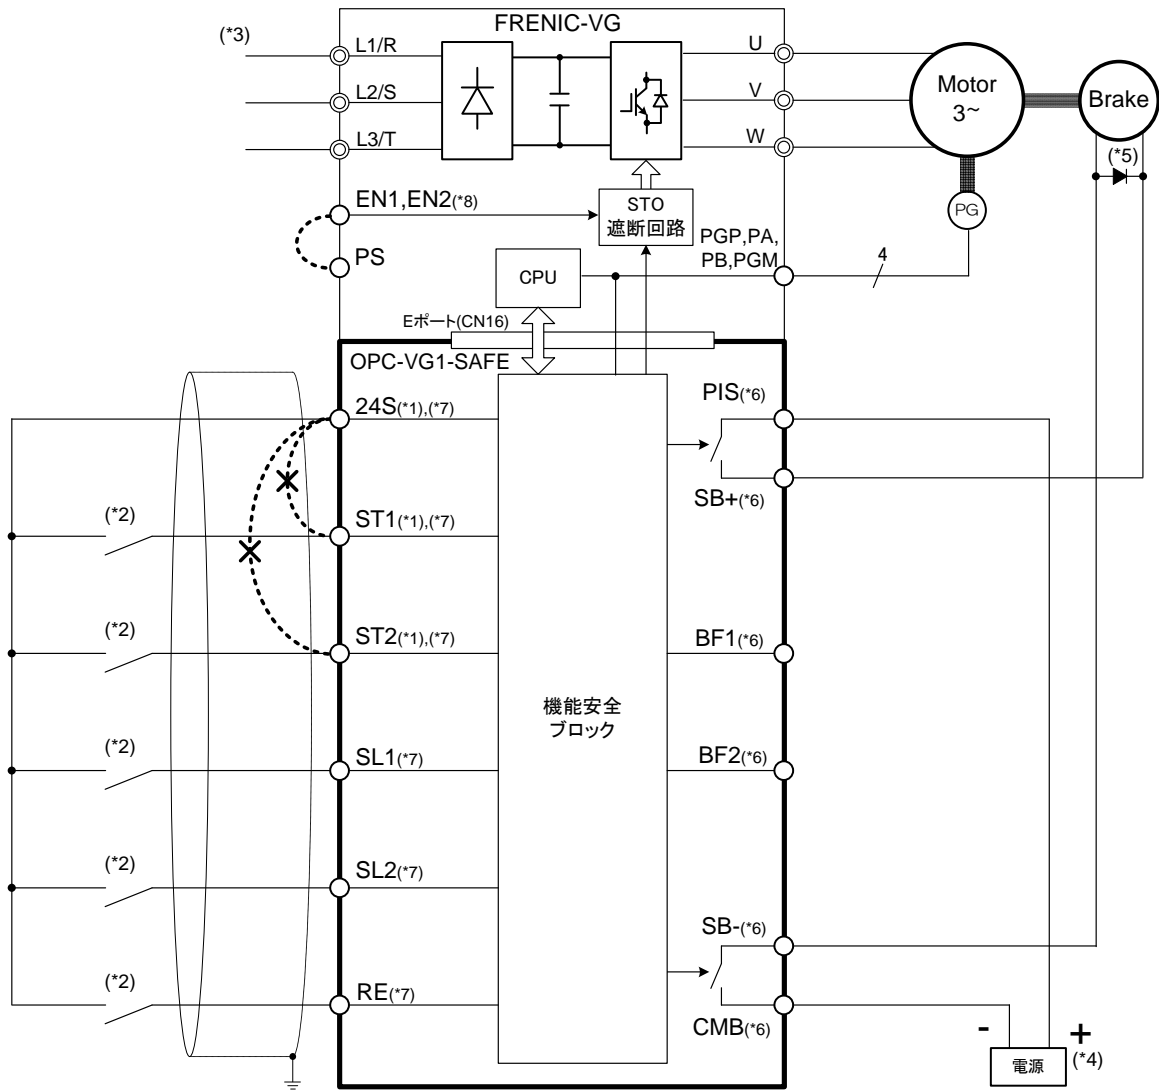

図 2.2 配線図 (SF24=2の場合)
- (*6) SF24 の設定値を 2 に設定した場合、図 2.2 の配線図通りに接続してください。